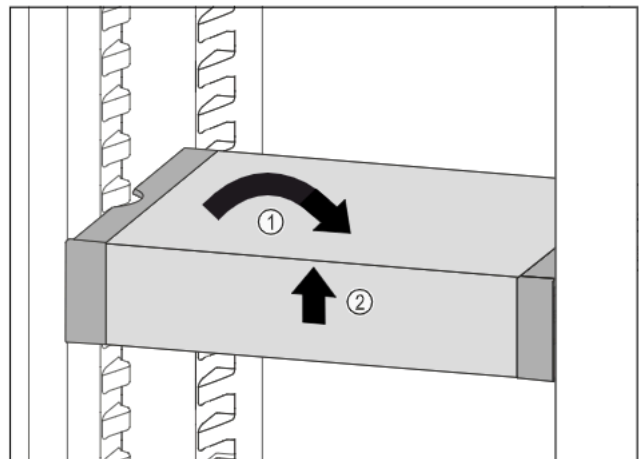

Fig. 95
- ▶ Collocare VarioSafe in maniera dritta. Fig. 95 (1)
- ▶ Sollevare VarioSafe dal lato anteriore. Fig. 95 (2)